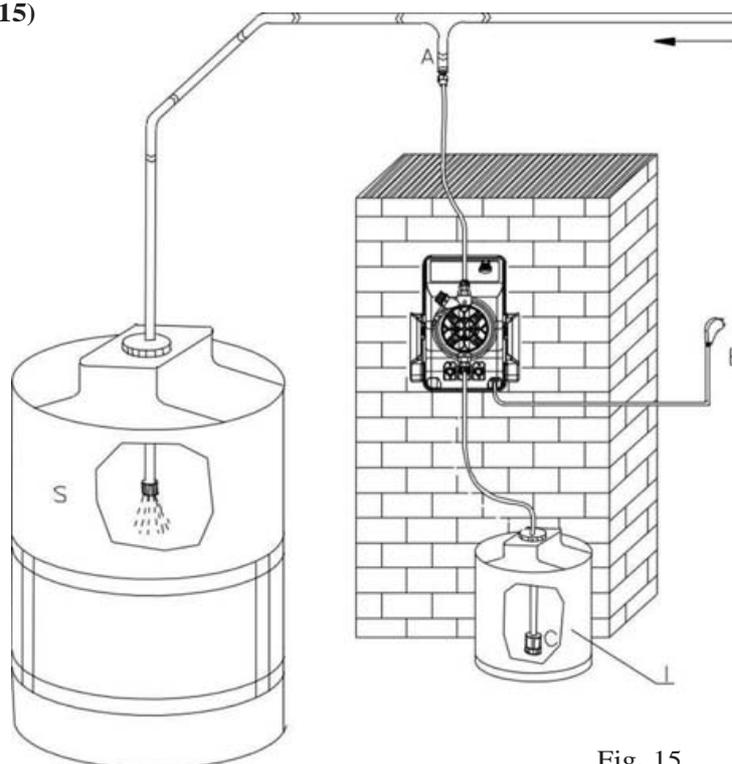

Fig. 15
7.2 - ESQUEMA TÍPICO DE INSTALACIÓN (Fig.15)